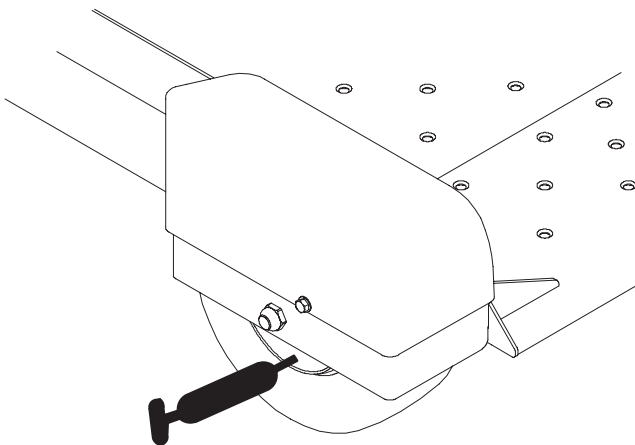

Figure 6
2. Raccordez une pompe à graisse à chaque graisseur (Fig. 6).